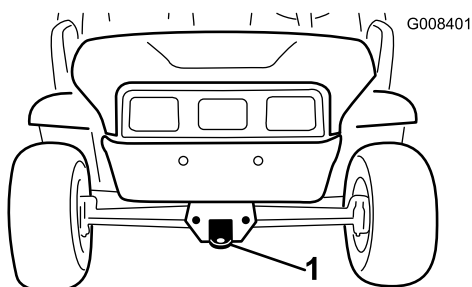
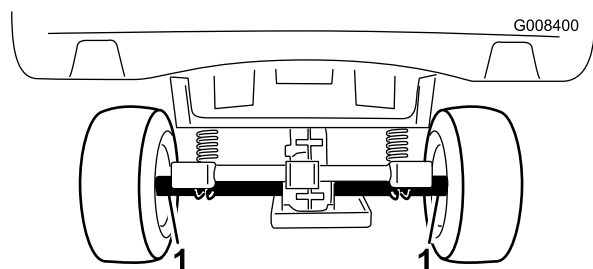

Рисунок 22
Рисунок 23
наклонными въездами. Убедитесь, что автомобиль надежно закреплен на прицепе. Местонахождение точек крепления автомобиля показано на Рисунок 22 и Рисунок 23.
2. Прикрепите буксирный трос к сцепному устройству в передней части рамы автомобиля (Рисунок 22).